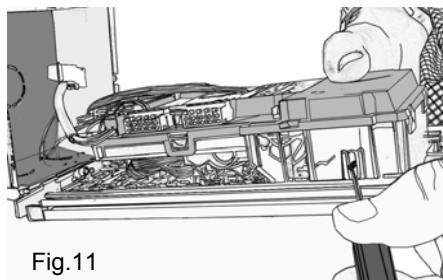

Fig.11
4.10 REGLER L'ORIENTATION DE LA CAMERA (FIG. 11 PAGE 85).
L'orientation de la caméra aussi bien verticalement qu'horizontalement se réalise au moyen d'un tournevis à tête plate que l'on doit introduire dans une fente située sur le côté du groupe près de la caméra (fig. 11 page 85).